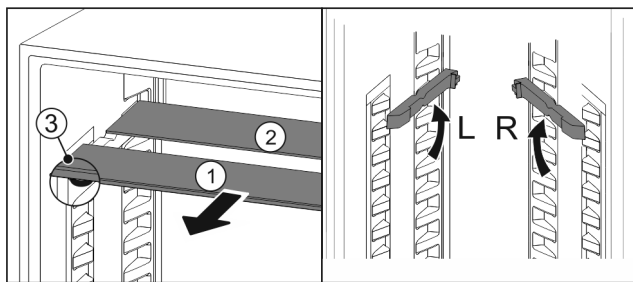

Fig. 22
- ▶ Sortir les tablettes par l'avant Fig. 22 (1).
- ▷ La tablette en verre Fig. 22 (1) avec bordure décorative est située à l'avant.
- ▷ Les butées Fig. 22 (3) sont orientées vers le bas.